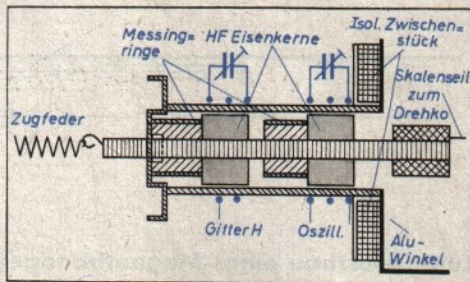

Abb. 1. Abstimmaggregat aus einer Görler-KW-Spule „F 256“
3. Die 2 Kernstücke und die 2 Messingringe wurden so auf der Spindel befestigt, daß je nach Abstimmung entweder die Kerne oder die Messingringe in die in entsprechendem Abstand aufgebrachten Zwischenkreis- und Oszillatorwindungen eintauchen (Abb. 1). Vorher wurde noch ein Skalenseil in Richtung der Spindel eingezogen, um die Drehko-Achse geschlungen und an der Skalenscheibe befestigt.
In einem Geradeempfänger oder in einem Superhet mit hoher Zwischenfrequenz machen sich die Interferenzstörungen sehr bemerkbar. Dieses Übel kann man mit Hilfe einer Brückenschaltung nach Abb. 1 beseitigen. Da im Anodenkreis der Demodulatorröhre ein Schwingkreis genau auf die Interferenzfrequenz abgestimmt ist, läßt sich die Störfrequenz bis etwa 70 db unterdrücken.